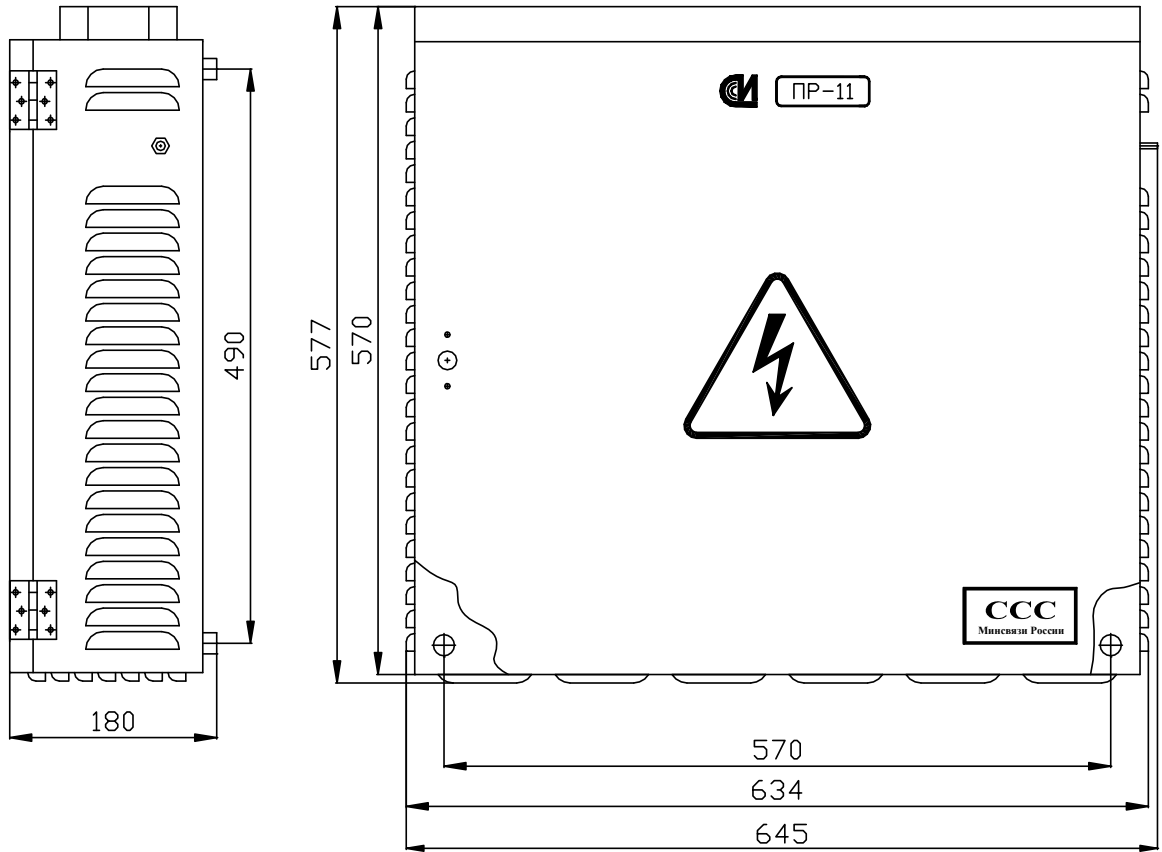

Рис.1 Габаритно-присоединительные размеры панели ПР-11
2.5 Габаритно-присоединительные размеры панели приведены на рис.1.